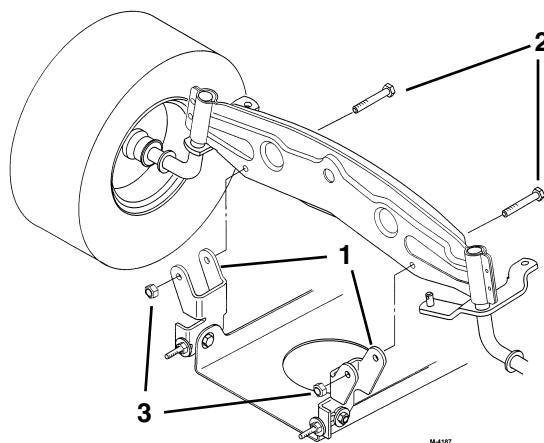

Fig. 40
9. Ta av boltene og låsemutrene og trekk klippeenhetens to vippebraketter ned fra forakselen (fig. 40).